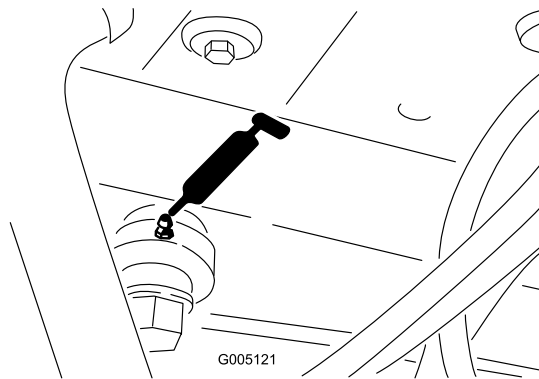

Figura 39
- Extremidade do cilindro da direcção (Figura 39)